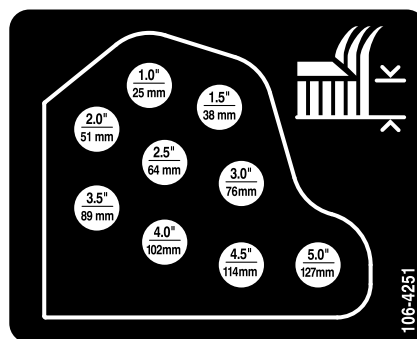

Figure 21
6. Montez les chaînes de hauteur de coupe dans le trou correspondant à la hauteur de coupe voulue (Figure 21) à l'aide de l'axe de chape et de la goupille fendue.